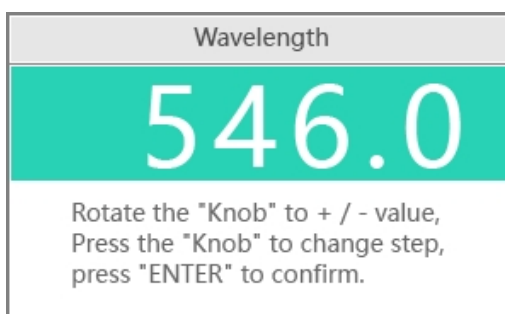

Fig. 6-4 Réglage de la longueur d'onde de mesure
- 1 Appuyer sur le bouton pour ouvrir l'interface de réglage (figure 6-4), tourner le bouton pour modifier la longueur d'onde de mesure et appuyer sur "**ENTER**" pour confirmer.